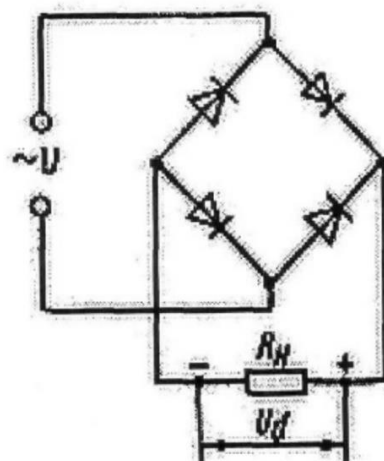

Рисунок 15.1
4. Составляем схему мостового выпрямителя (рис.15.1). В этой схеме каждый из диодов имеет параметры диода КД202Н: $I_{доп} = 1 А$, $U_{обр} = 500 В$.